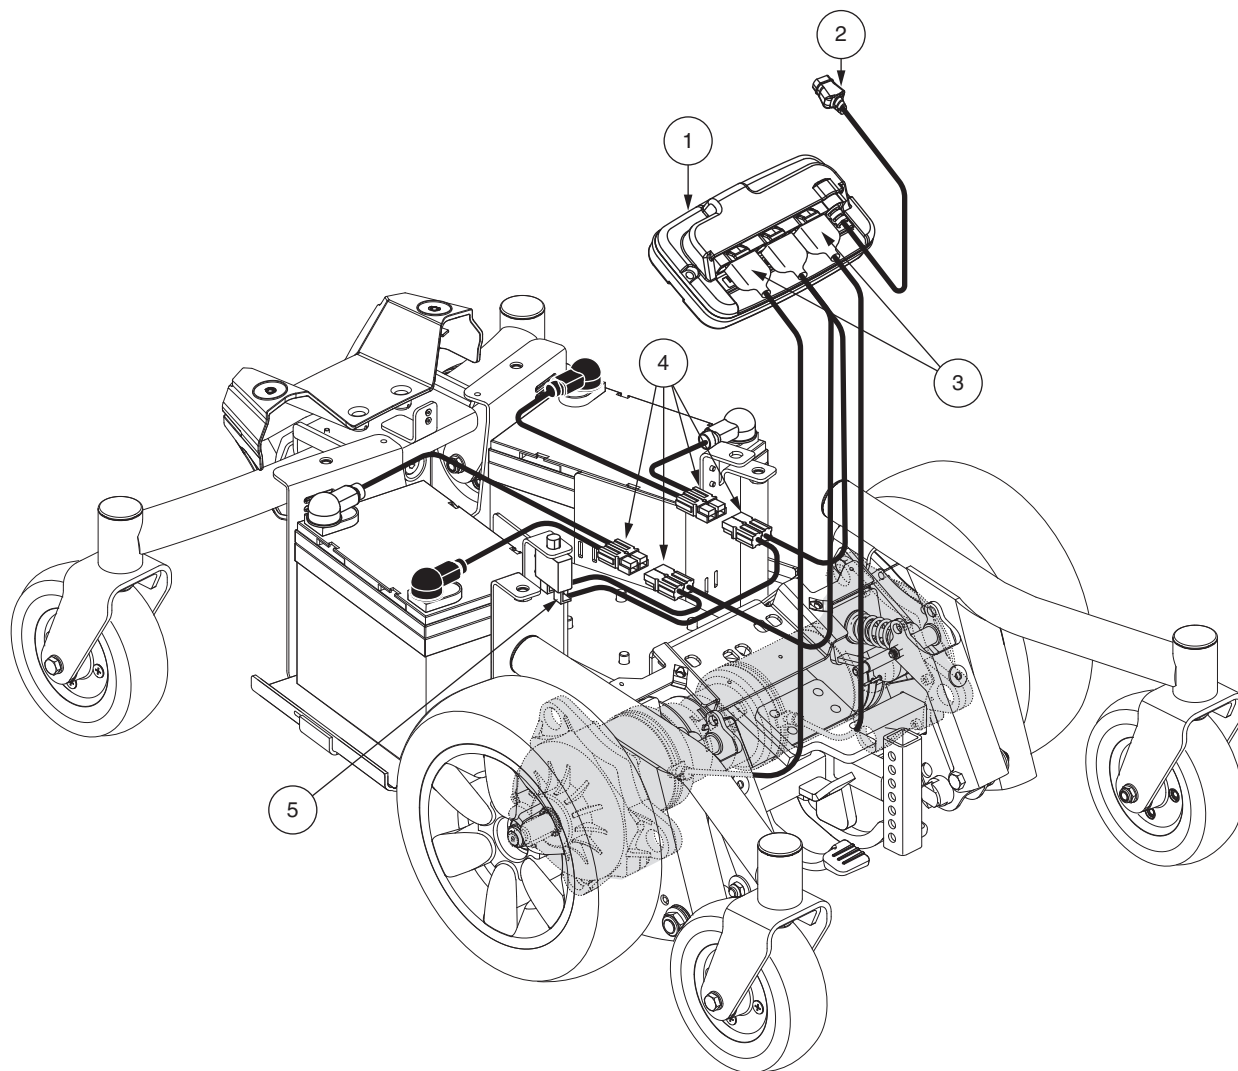

Bild 3. Elektrische Komponenten (Sitzstütze mit GC3 Steuerung)
Die elektrischen Komponenten befinden sich an der Vorderseite oder Innenseite der Antriebseinheit. Der Hauptstromkreisunterbrecher befindet sich an der Seite der Antriebsbasis. Das Strommodul befindet sich unter der Frontabdeckung. **Siehe Bild 3.**
4. Verbinden Sie das Kabel der Steuerung mit dem Steckverbinder an der Antriebsbasis. Siehe **Bild 3** oder **4**.
10. Verbinden Sie das Kabel der Steuerung mit dem Steckverbinder an der Antriebsbasis. Siehe Bild 3 oder 4.